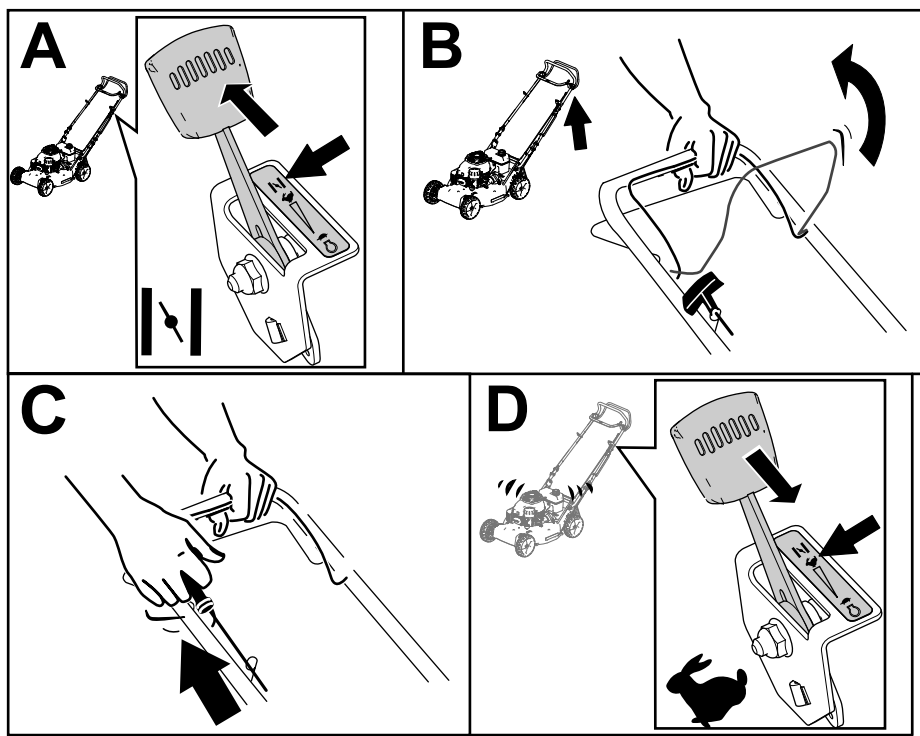

Рисунок 17
3. Переведите рычаг управления дроссельной заслонкой в положение ВОЗДУШНАЯ ЗАСЛОНКА (вид А на Рисунок 17).
4. Удерживайте штангу управления ножом прижатой к рукоятке (вид В на Рисунок 17).
5. Потяните рукоятку механического стартера (вид С на Рисунок 17).
6. При запуске двигателя передвиньте рычаг управления дроссельной заслонкой в положение БЫСТРО (вид D на Рисунок 17).